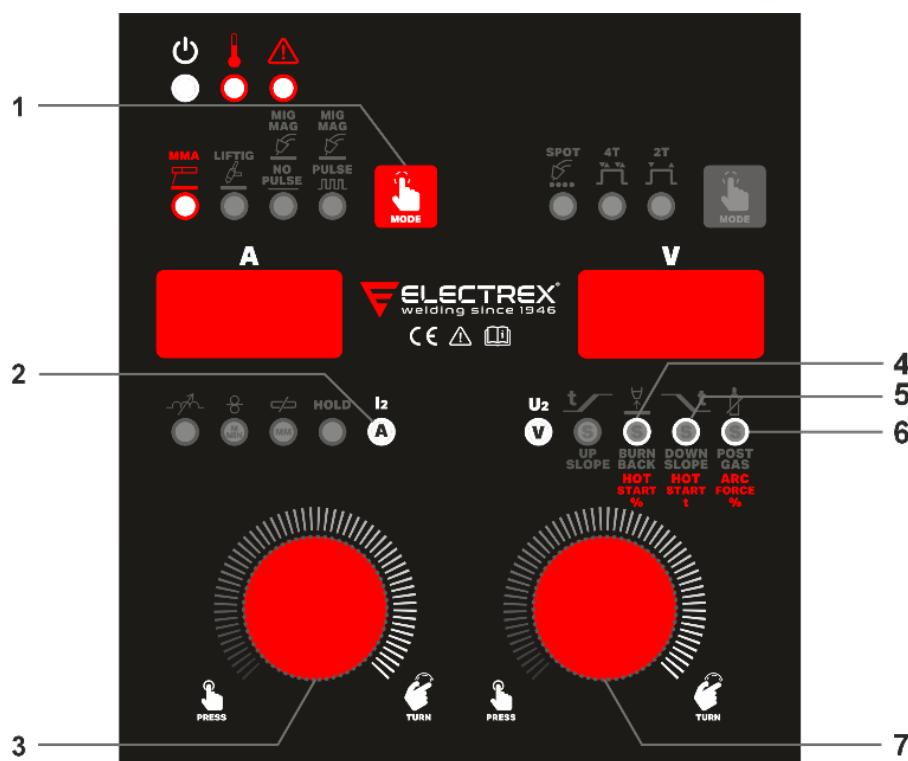

Fig 8.
- Selecione soldadura MMA (eléktrodo revestido), pulsando a tecla 1 (Fig.8) até o LED MMA acender.
8.3.1. Parâmetros de soldadura MMA (eléktrodo revestido) (ver Fig.8)